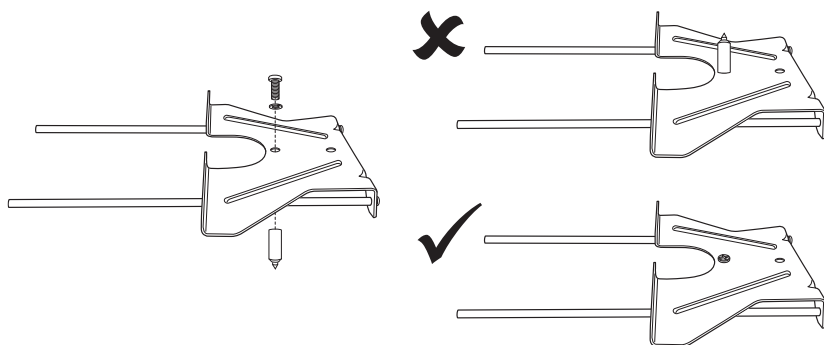

Fig. 9a
- > Aliniați filetul pe vârful pinului de centrare (20) la unul dintre orificiile de montaj de pe ghidajul paralel (18).
- > Fixați conexiunea cu șaiba elastică și șurubul utilizând o șurubelniță în cruce adecvată (Fig. 9a).